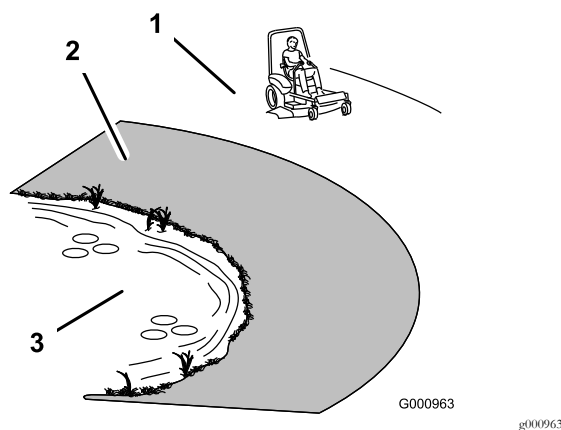

Figura 3
- Utilice un cortacésped dirigido y/o una desbrozadora manual cerca de terraplenes, zanjas, taludes empinados o agua (Figura 3).